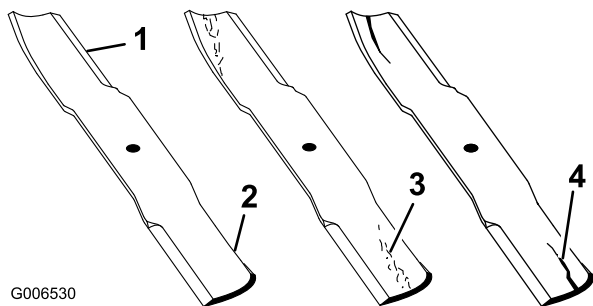

Figura 70
2. Controllate i taglienti (Figura 70). Se i taglienti non sono affilati o mostrano delle tacche, togliete le lame e affilatele. Vedere Affilatura delle lame \(pagina 55\).
3. Controllate le lame, in particolare l'area curva (Figura 70). In caso di danni, usura o scanalature nell'area (Figura 70), montate immediatamente una nuova lama.